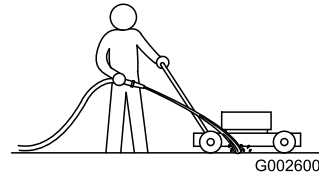

Figure 15
3. Mettez le moteur en marche et engagez la lame, puis dirigez un jet d'eau devant la roue arrière **droite** (Figure 15).